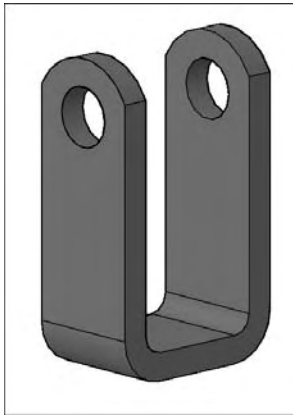

Fig.19.11
- 5 Effectuez une opération booléenne de soustraction pour percer le solide et une section (slice) avec l'option Surface pour profiler le dessus (fig.19.11).